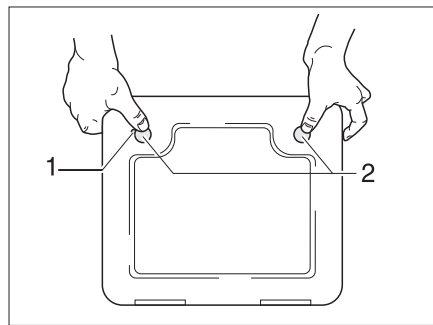

Fig. 278 Portillon pour la toilette à cassette
- Ouvrir le portillon pour la cassette à l'extérieur du véhicule. Insérer pour cela la clé dans le barillet du verrou de pression (Fig. 278,1) et la tourner d'un quart de tour.
- Appuyer du pouce et simultanément sur les deux verrous de pression (Fig. 278,2) et ouvrir le portillon pour la cassette.